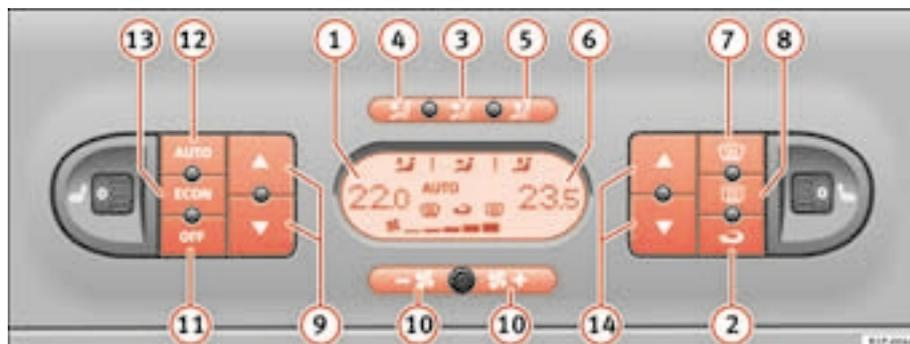

Fig. 108 Comandos do Climatic 2C no painel de instrumentos
- Prima as teclas de regulação da temperatura ⇒ página 151, fig. 108 **9** ou **14** para ajustar a temperatura do lado esquerdo e direito, respectivamente.
- Prima o botão  ⇒ página 151, fig. 108. Surge «AUTO» no visor.